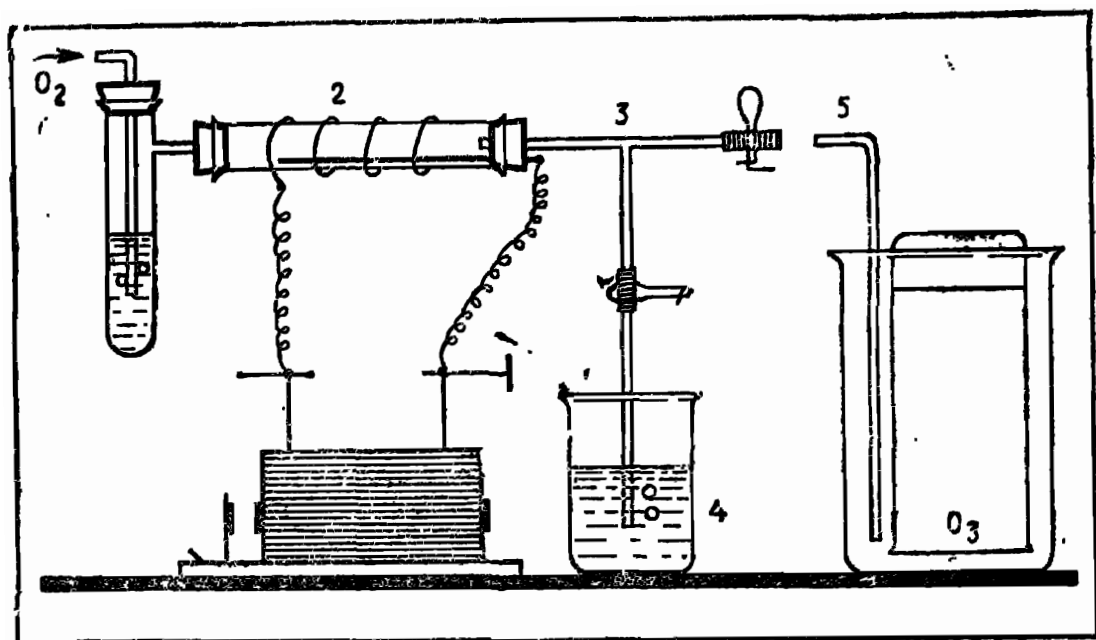

Рис. 5. Получение озона.
Для демонстрации опытов собирают установку, состоящую из озонатора, источника тока с соответствующим напряжением для индукционной катушки и газометра с кислородом. Если нет заводского озонатора, то его можно заменить самодельным любой конструкции. Чтобы опыты можно было проводить комплексно, целесообразно использовать трехходовой стеклянный кран или тройник с двумя зажимами на резиновых трубках. Установку (рис. 5) собирают в следующей последовательности: газометр с кислородом, промывалка с раствором иодида калия 1, озонатор 2 (проводники соединены с индуктором, к которому подключен источник тока), трехходовой кран 3. Один конец крана соединен с
**Оборудование:** установка (рис. 5), раствор иодида калия, свежеприготовленный раствор крахмала, иодокрахмальная бумага, лист фильтровальной бумаги 12×18 см, серебряная пластинка, щипцы, горелка, батарейный стеклянный стакан (или большой химический стакан).
Озон лучше кислорода растворяется в воде (примерно в 10 раз), но вода разлагает его, поэтому целесообразно показать растворимость озона в скипидаре или хлориде углерода (IV). Для этого к трубке 3 (рис. 5) присоедините газоотводную трубку 5, которую поместите в сухой цилиндр или в коническую колбу.
Растворимость озона в скипидаре и воде можно показать с помощью промывалки (рис. 5). Налейте скипидар и воду в промывалки и поочередно присоедините их к трубке 5. После насыщения скипидара и воды озоном к смесям прилейте иодокрахмальный раствор. Лучшая растворимость озона в скипидаре объясняется тем, что вода взаимодействует с озоном, разрушая его до кислорода.